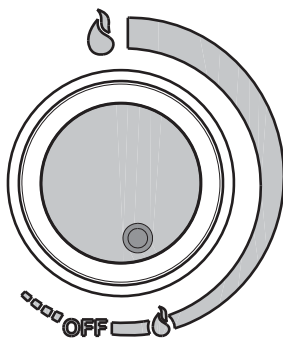

fig. 8B
- Pour allumer le chauffe-eau tourner dans le sens inverse des aiguilles d'une montre le sélecteur "A" sur le symbole "🔥" (fig. 8B).
Le dispositif économiseur est inséré en tournant le bouton "A" jusqu'à atteindre la position "🔥" (fig. 8B). L'insertion de l'économiseur permet de limiter la puissance thermique maximum fournie quand l'exigence d'utilisation doit être généralement contenue (faible écart thermique ou débits réduits de prélèvement par exemple pendant la période d'été).